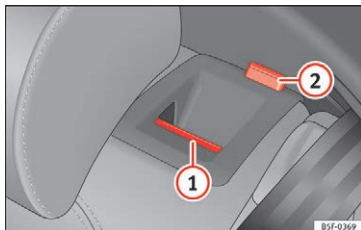

Fig. 143 Bagsæderyglæn: udløserknop ①, rød markering ②
- Træk udløserknappen » Fig. 143 ① fremad, og klap samtidig ryglænet frem.
- Bagsæderyglænet er udløst, hvis du kan se en rød markering på knappen ②.
Ryglænet er udløst, når du kan se en rød markering » Fig. 143 ② på knappen.